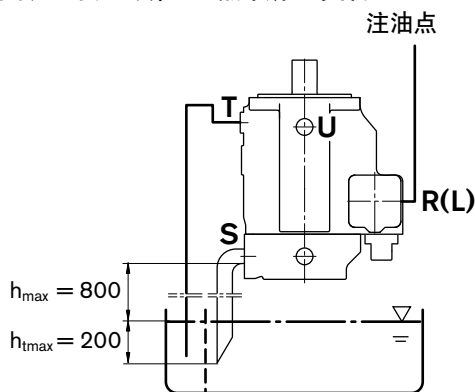

图 2
b) 当最低油位低于安装法兰区域时：必须对油口 »R/L«, »T« 和（可能的话）»S« 进行管道连接，如图 2 中所示。此外，还要遵守第 1.2 点中所述条件。